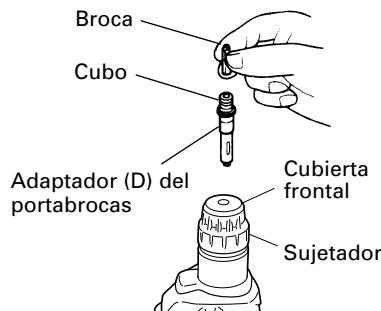

Fig. 11
**4. Cuando coloque tornillos para metal (Fig. 11)**
- No intente emplear la perforadora de percusión en la función de rotación y golpeteo con el adaptador de portabroca (D) y la broca instalados.
**5. Atornillando tornillos para madera (Fig. 11)**